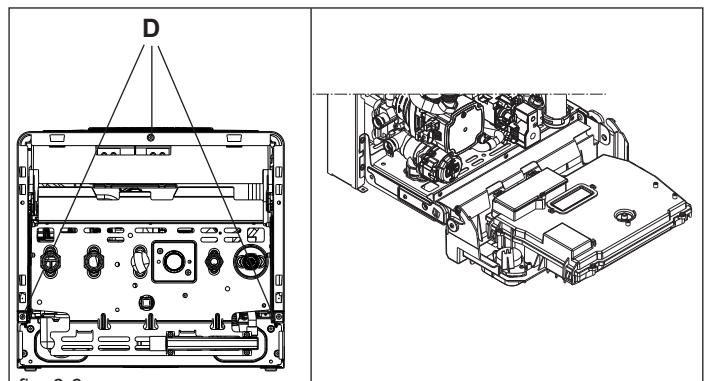

fig. 3.6
- svitare le viti (D) di fissaggio del mantello (fig. 3.6)